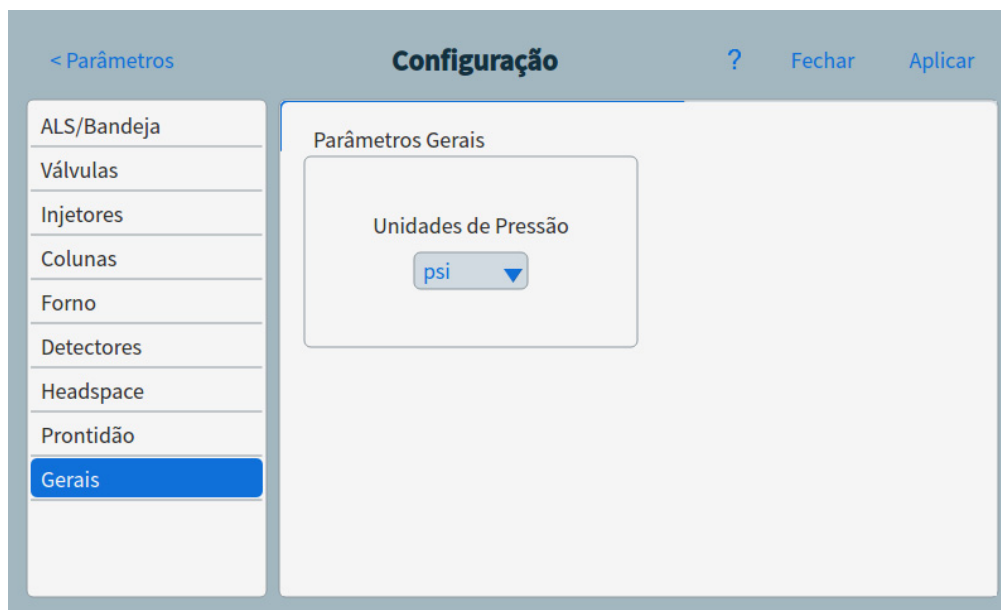

Figura 73. Página de configurações diversas
- 1 Selecione **Parâmetros > Configuração > Diversos**. Consulte **Figura 73**.